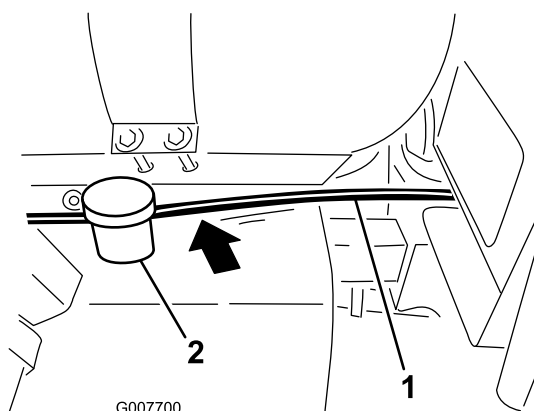

Figura 6
1. Disponete i tubi di densità della schiuma da 4,9 m in avanti dalla staffa del serbatoio e del compressore (situata sotto il serbatoio delle sostanze chimiche e dietro il serbatoio del carburante) lungo il profilato del telaio della macchina e verso l'area sotto alla cassetta del sedile (Figura 6).